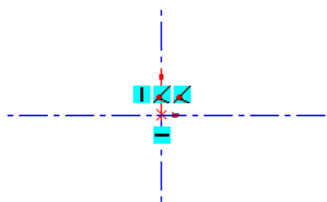

图 2.14.2 绘制中心线
Step1. 选择下拉菜单 **工具(T)** → **草图绘制实体(E)** → **中心线(M)** 命令，在图形区绘制图 2.14.2 所示的无限长的中心线。